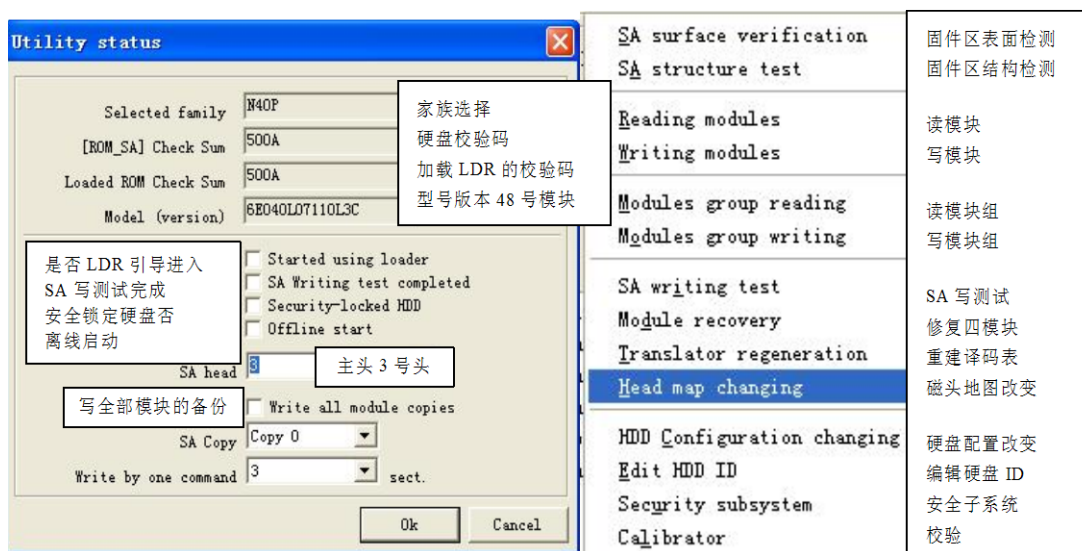

图 7-13 状态信息截图
(10) 大家注意里面的各个菜单和区块的功能说明，状态信息截图如图 7-13 所示。